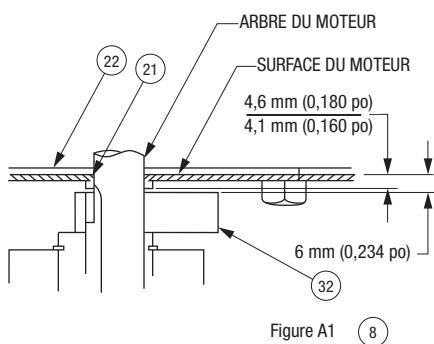

Figure A1 ⑧
Lors du remontage du moteur, consulter la figure A1 pour la dimension de la portée du joint de surface. Consulter aussi cette figure pour régler la position verticale du contrepoids (32).